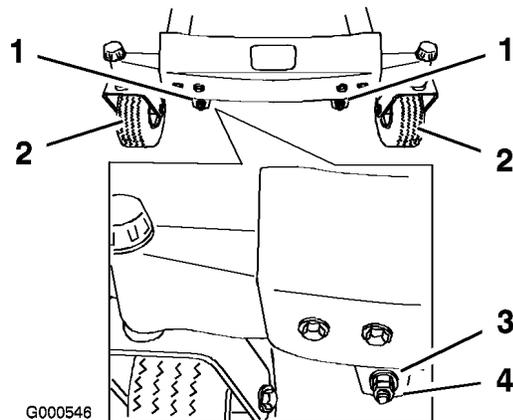
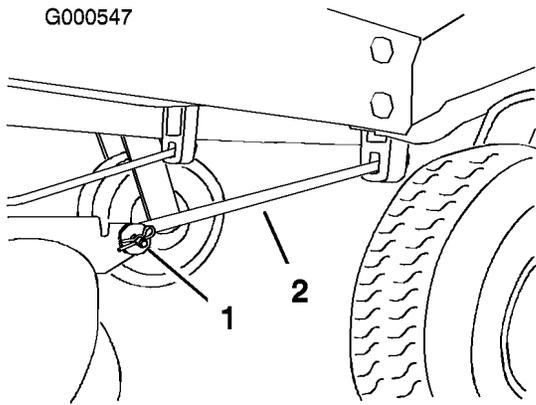

Figure 46
Figure 47
11. Pour régler l'inclinaison avant/arrière des lames, retirez les contre-écrous et tournez les écrous de réglage à l'avant du plateau de coupe (Figure 46).
13. Après avoir réglé uniformément les écrous, contrôlez de nouveau l'inclinaison avant/arrière. Poursuivez le réglage des écrous jusqu'à ce que la pointe avant de lame soit de 1,6 à 7,9 mm plus bas que la pointe arrière (Figure 46).
Remarque: Après avoir réglé les écrous de réglage, vérifiez qu'aucune des tiges de support ne présente de jeu (Figure 47). Serrez l'une ou l'autre pour supprimer le jeu (Figure 46).
4. Retirez la goupille fendue et l'axe de chape de la tige de support avant de chaque côté du plateau de coupe (Figure 47).
7. Fixez les tiges de support avant à la machine à l'aide des axes de chape et des goupilles fendues (Figure 47).